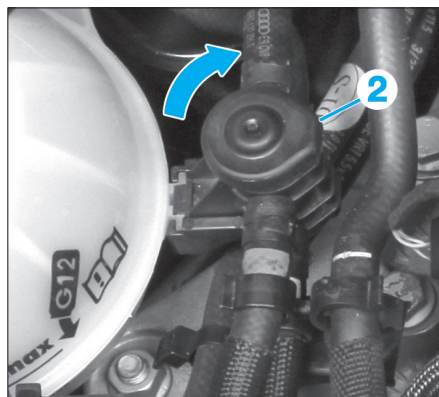

FIG. 139
- Déverrouiller le clapet de préchauffage de carburant (2) (Fig.139).